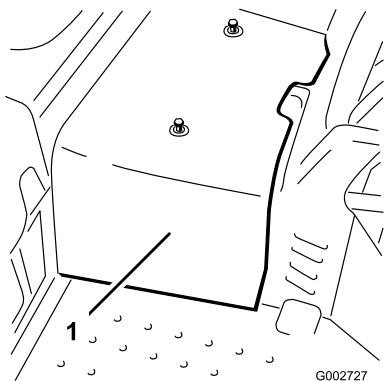

图 41
2. 拧掉将中央护罩固定到机器的 2 个螺丝然后取下护罩图 41。